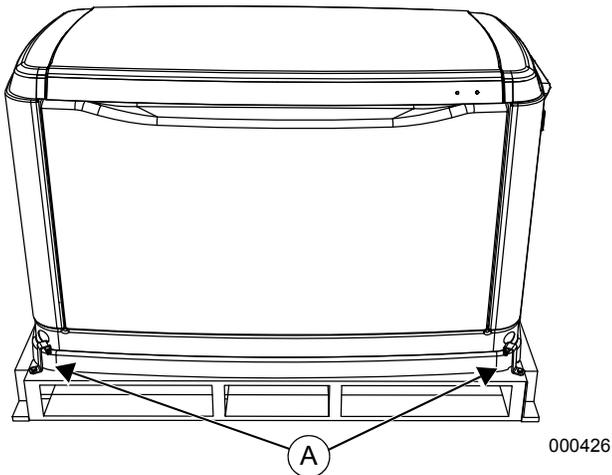

Figure 2-3. Emplacement des ferrures de palette
4. Voir **Figure 2-3**. Retirer les vis et les ferrures de palette (A). Faire preuve de précaution pour enlever la génératrice de la palette. Ne pas le traîner sur la palette, sous peine d'endommager le socle. L'appareil doit être soulevé de la palette pour l'enlever.